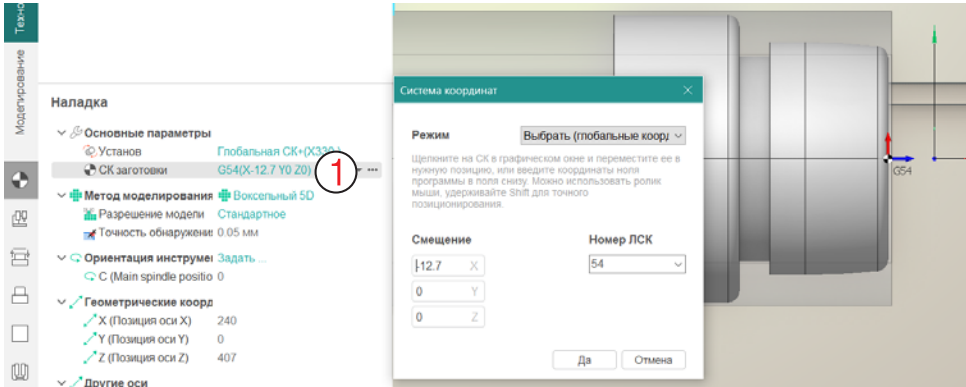

Рис. 10-4. Задание системы координат заготовки.
Для этого на вкладке Настройка нажмите 3 точки у параметра СК заготовки (1) и переместите систему координат, обозначенную как G54. Проконтролируйте привязки. Должно быть как на рис. 10-4.